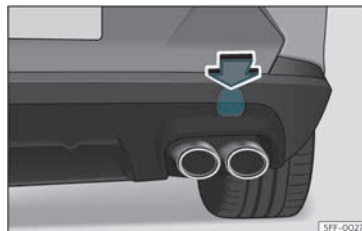

Fig. 45 A la part dreta del para-xocs del darrere: retirar la tapa.
L'allotjament de l'argolla de remolc enroscable es troba al costat dret del para-xocs posterior, al darrere d'una tapa» **fig. 45**.
- Pressioneu sobre la zona superior de la tapa»» fig. 45 per desencastar-la.